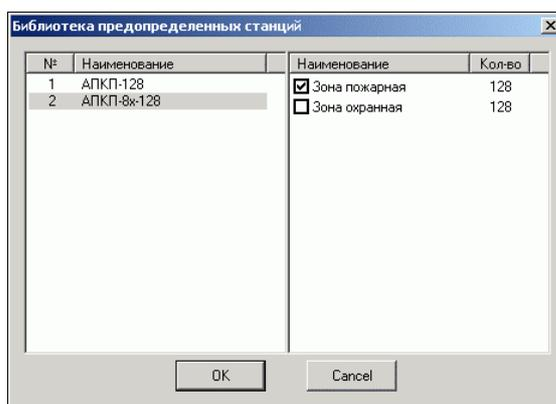

Рис. 15. Библиотека predetermined станций.
Для вызова списка predetermined Станций необходимо выбрать пункт меню «Редактирование – Библиотечные станции». Откроется окно представленное на Рис. 15.
- ✓ В появившемся списке предопределенных станций выбрать АПКП с необходимыми параметрами (Рис. 15).